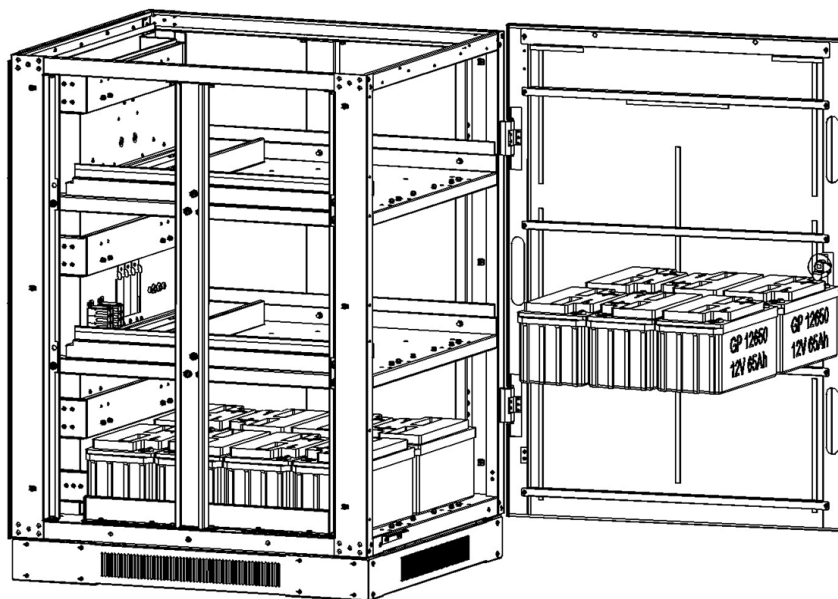
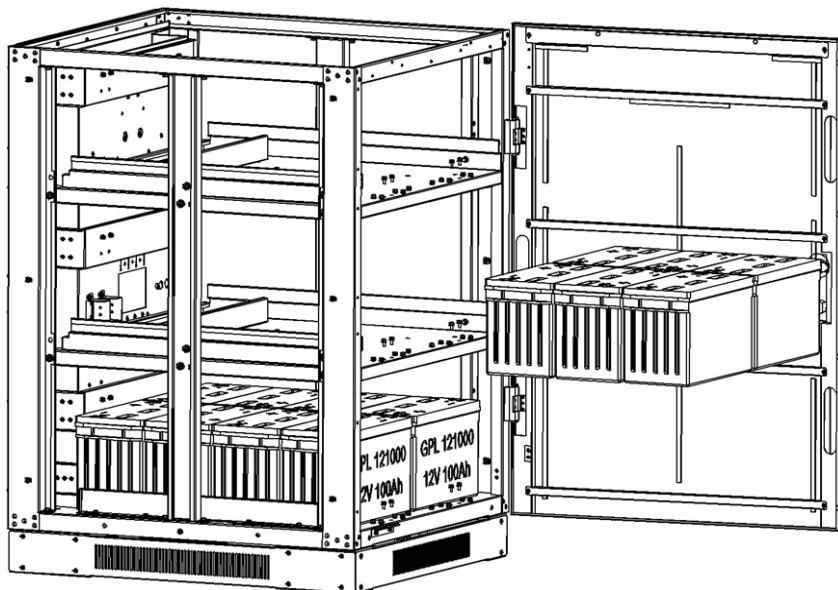

Figure 5-11 : modèle BP240V65-NIB
Figure 5-12 : modèle BP240V100-NIB
5. Installer 6 modules de batteries dans la couche 2 (Figure 5-11 : modèle BP240V65-NIB ou Figure 5-12 : modèle BP240V100-NIB).